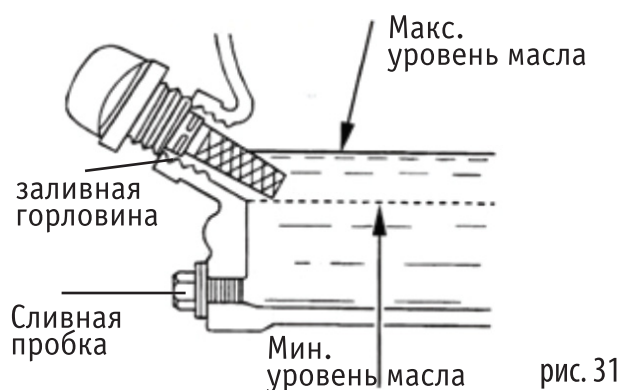

рис. 31
5. Если уровень масла ниже обозначенной минимальной отметки на пробке-щупе, долейте рекомендуемое моторное масло до максимальной отметки. Запрещено заливать масло в двигатель выше максимальной отметки на пробке-щупе! (рис. 31).